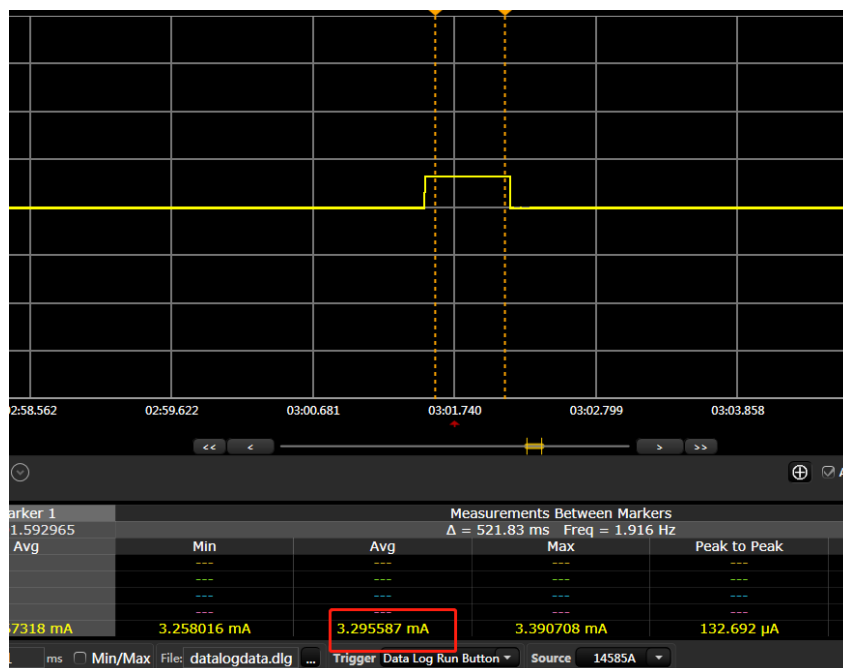

图 3-4 AT 串口功耗测试图
3、 AT 串口 Tx 发送数据波形分析如图 3-4 AT 串口 Tx 数据波形。